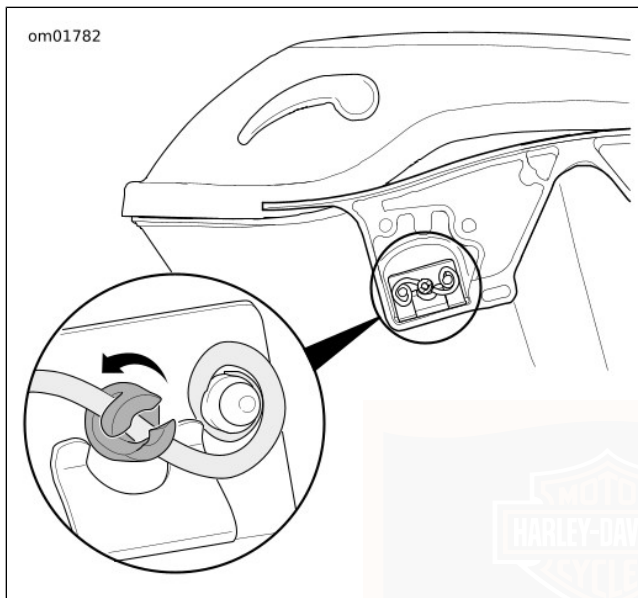

Figura 35. Instalação do perno de montagem (vista em corte)
2. Ver Figura 34 e Figura 35. Inserir os pernos de montagem e rodar 1/4 de volta para a direita para montar o saco no suporte.